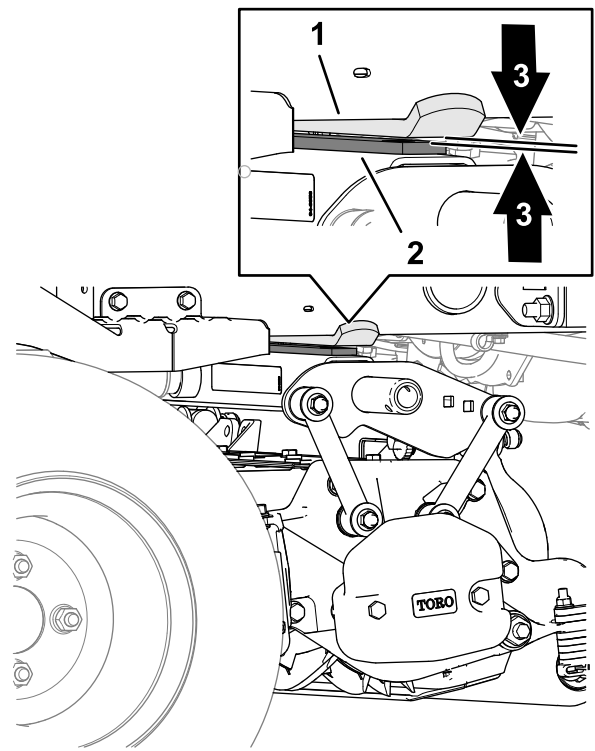

Figura 27
4. En la unidad de corte trasera, mida la holgura entre la pletina de desgaste que está encima de la barra de desgaste de la unidad de corte trasera y el tope (Figura 27).